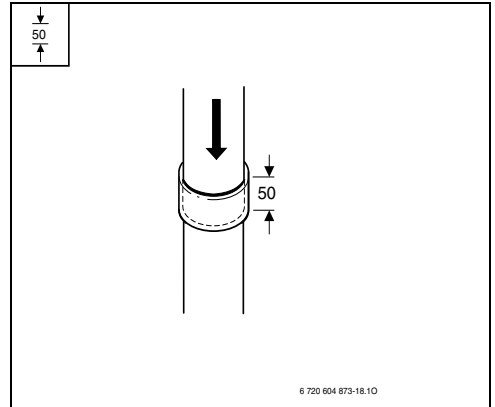

Fig. 34
- ▶ Empujar los accesorios de los gases de combustión hasta el apoyo (aquí: 50 mm de profundidad del encaje), (Fig. 34).